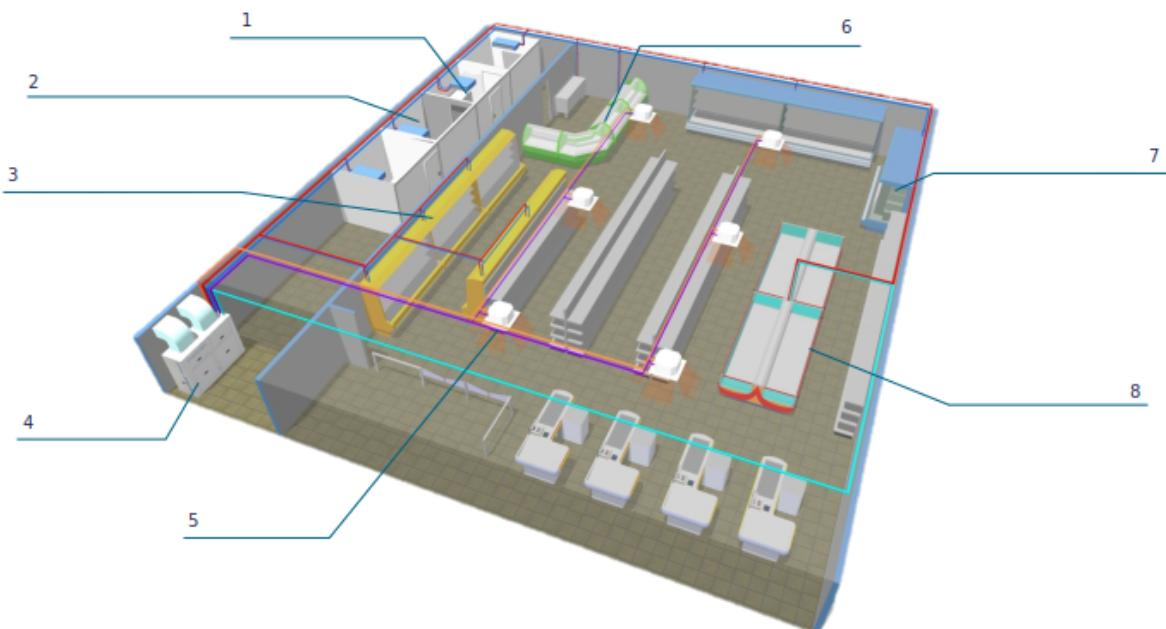

Figura 1.1: Plano de equipos del supermercado
El presente proyecto parte de un pedido realizado por un cliente que pretende comunicar con kiconex los distintos equipos de un supermercado: muebles frigoríficos y máquinas de climatización. La mayoría de estos equipos dispone de un controlador propio, sin embargo, en el caso de la climatización, se ha solicitado el diseño de un control a medida para el funcionamiento de una UTA. Aunque no se dispone de un plano específico del supermercado y su equipamiento, la Figura 1.1 es un buen ejemplo. La única diferencia está en la climatización.
Kiconex emplea en sus desarrollos controladores de Dixell [5], en concreto los modelos *IPG208* e *IPG215* de *iPro* [4], con los módulos de expansión *IPX206* e *IPX215* [4]. El modelo a emplear dependerá de las especificaciones de entradas y salidas de la UTA que aparece en la Figura 1.1. A continuación, en el apartado 1 de este capítulo se describe el software necesario para la programación de un control de este tipo.
*En la Figura 1.1 aparecen unidades tipo fancoil, pero lo que en realidad hay es una serie de conductos conectados a una UTA central